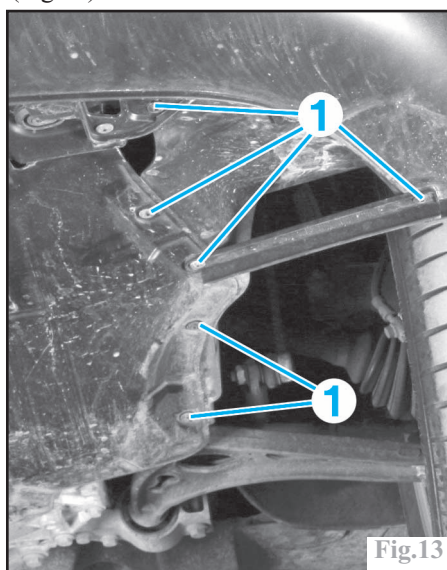

Fig.13
Sous le véhicule, déposer les 6 vis (1) (Fig.13).